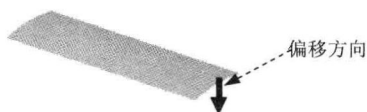

图 1.4 偏移方向
Step3. 创建偏移特征——偏移 1。选取 Step2 所创建的拉伸曲面为要偏移的曲面；选择下拉菜单 **编辑(E) → 偏移(O)...** 命令；在操控板的偏移类型栏中选择“标准偏移”选项 ，在操控板的偏移数值栏中输入偏移距离 1，单击 按钮调整偏移方向如图 1.4 所示。